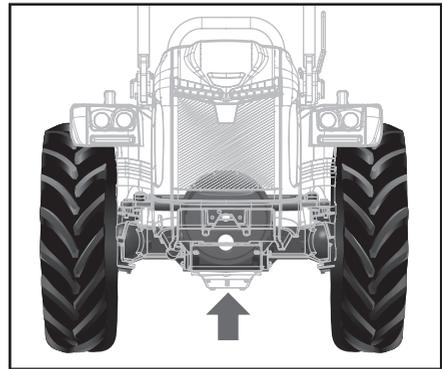

Abb. 5.25.1
5. Einen Wagenheber unter dem Getriebekasten ansetzen (Abb. 5.25.1-5.25.2) und die Maschine anheben.